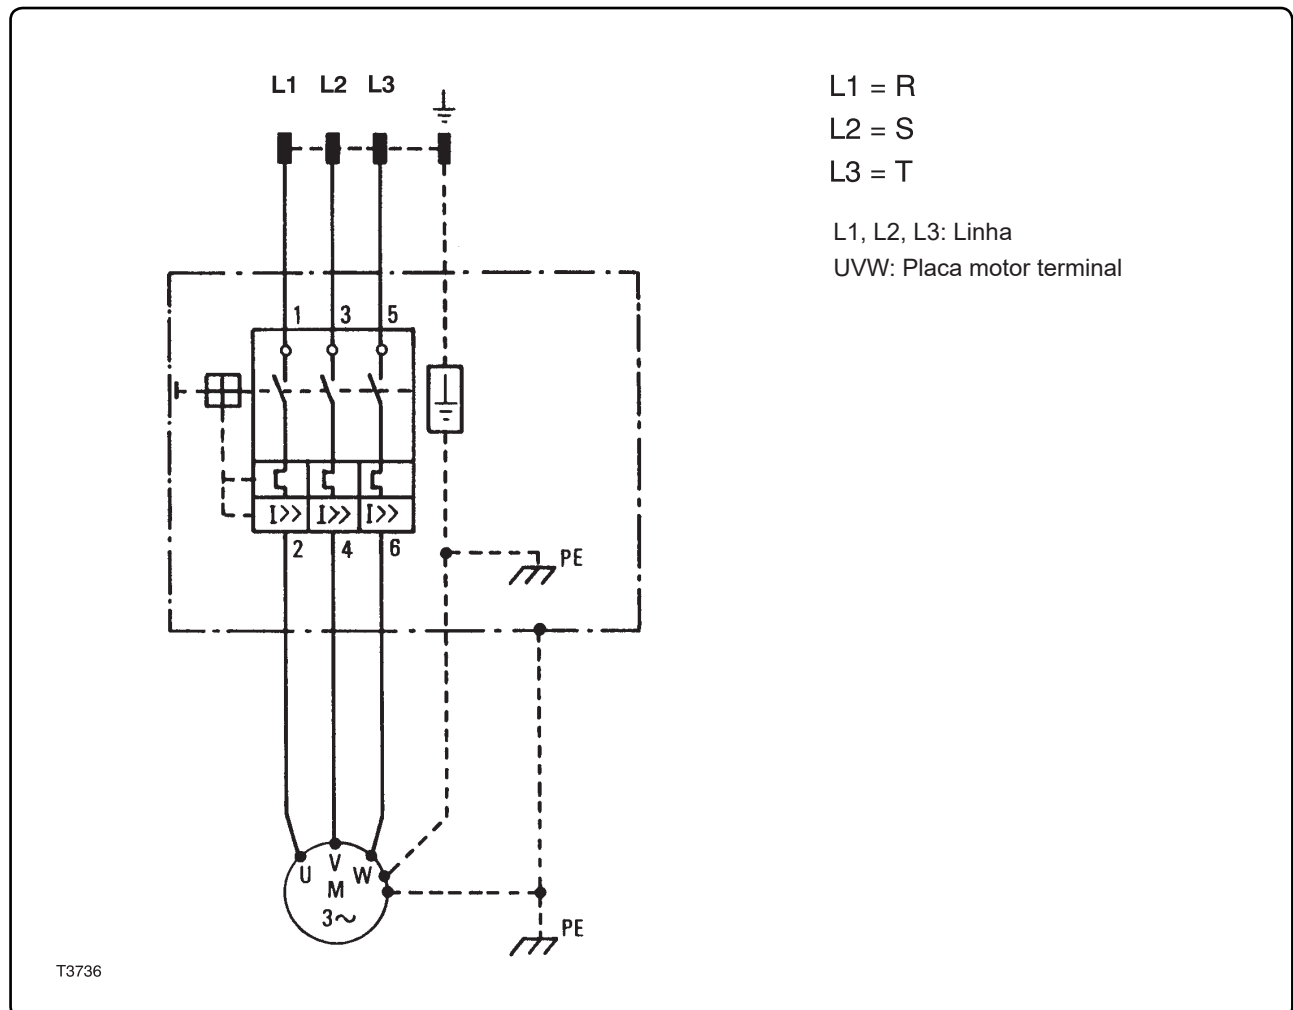

Fig. 7.7.1
7.7.1 - Diagrama de cablagem da máquina padrão cat. “U”, “S”, “G” (fig. 7.7.1)